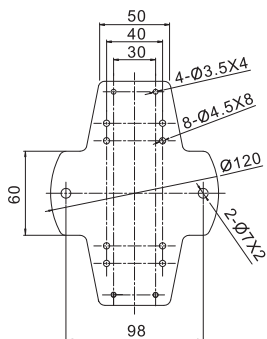
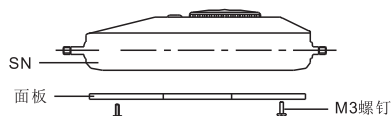
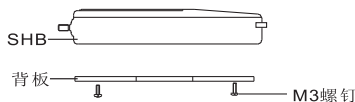

图3 背板安装尺寸
图4 SN 安装示意图
图5 SHB (内置式) 安装示意图
- 3、数显式推拉力计安装(内置式): 利用附件4枚M3螺钉从背板(附图3)背面的30×145通孔旋入推力拉计的安裝螺孔并上紧螺钉, 再将背板重新安装到机架上即可(附图5);
- 2、指针式推拉力计安装(SN系列): 用十字螺丝刀卸去推拉力计后盖上的4枚M3×8螺钉, 利用附件4枚M3×14螺钉从背板(附图3)背面的30×145螺孔旋入推拉力计的安裝螺孔, 并上紧螺钉, 再将背板安装到机架上即可(附图4);